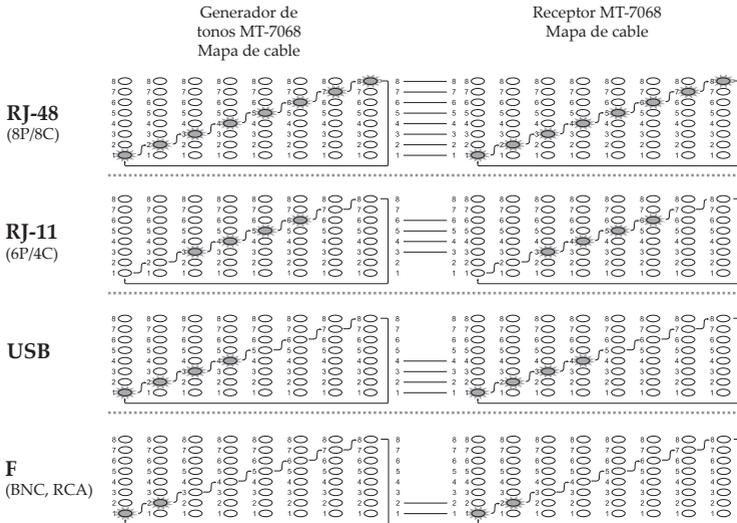

Figura 6 Mapa de cable de diferentes conectores
3. Conectores diferentes generan diferentes LED e indicaciones de sonido, tal y como se muestra en la Figura 6.